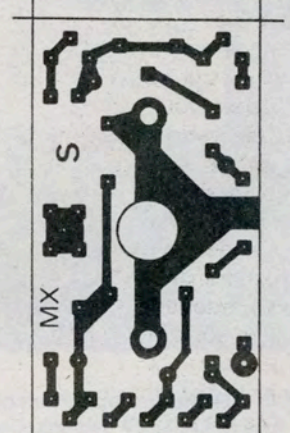

Fig. 14. - C.I. S.
- **Le C.I.S.** Voir figure 14. Simple face à intercaler entre les deux galettes de l'atténuateur K. Il permet un câblage rationnel et court. Signalons que ce CI a été dessiné pour le commutateur type Sélectronic, à galettes de 30 mm. Ce type de commutateur pouvant être adapté sur tous les multimètres précédents, si l'on ne trouve pas les modèles OAK ou Jeanrenaud de 25 mm. Le CI S de la figure 14 étant à associer dans tous les cas. Notons qu'il est tout à fait possible de monter avec S les commutateurs de 25 mm. Il suffirait simplement de ramener l'écartement des trous de tiges filetées à 21 mm au lieu des 29,5 mm prévus sur le dessin. Qui peut le plus, peut le moins !